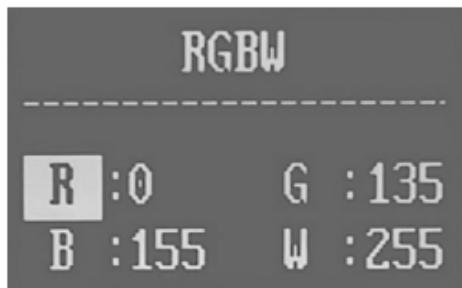

Рис.4
**RGBW Dimming** – вызывает окно непосредственной раздельной регулировки интенсивности каждой из групп светодиодов (R/G/B/W) вида (Рис. 4). Выбор группы – вращением валкодера **COLOR**, настройка значения – вращением валкодера **INTENSITY**.